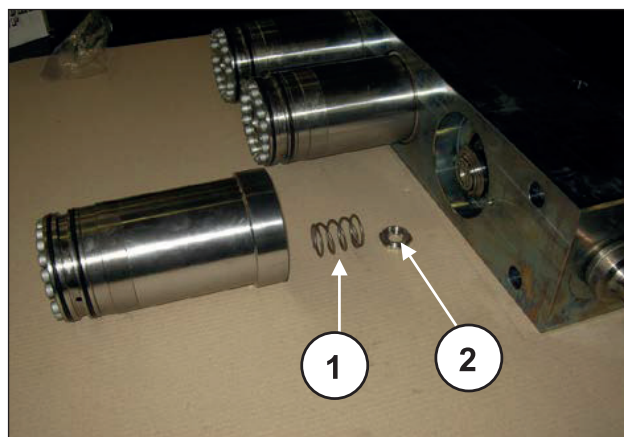

Fig. 175
Durante lo smontaggio delle camicie fare attenzione a non disperdere molle valvola e le valvole piane (pos. ① e ②, Fig. 175) in quanto essendo posizionate solo a battuta potrebbero cadere.